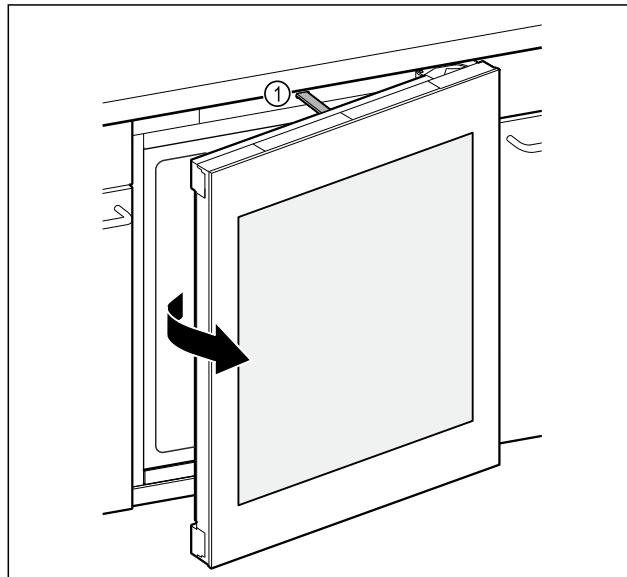

Fig. 84
- Избутващият прът Fig. 84 (1) отваря вратата приблизително 7 см.